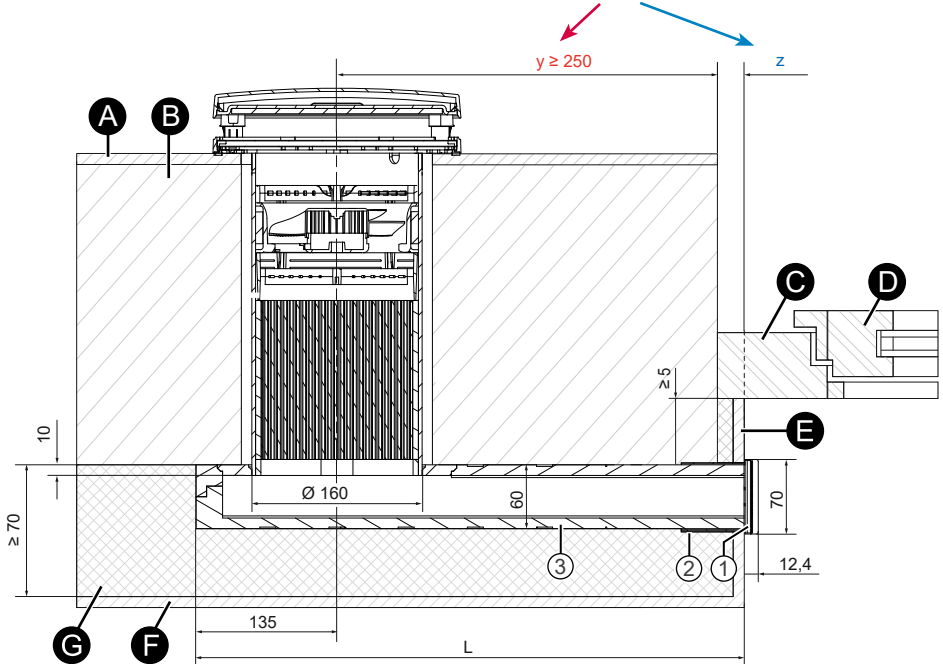

Abbildung 11: Schnittzeichnung, beispielhaft dargestellt Lüftungsgerät iv-Smart+ Corner (Draufsicht)
2) Siehe Schnittzeichnung (14 f., Abb. 11/12)